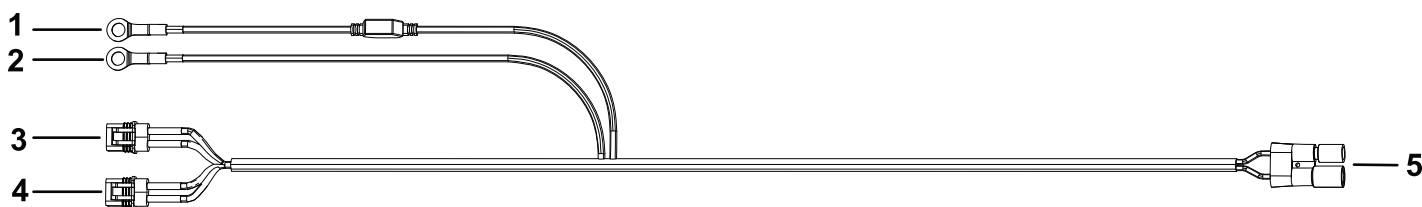

图 3
1. 用扎带将车辆线束上的撒布机接头图 3 固定至车辆后缓冲器的中心。
4. 将发动机舱内的黑色环形接头连接到负极-电池端子图 3。
5. 将发动机舱内的黄色环形接头连接到正极+电池端子图 3。